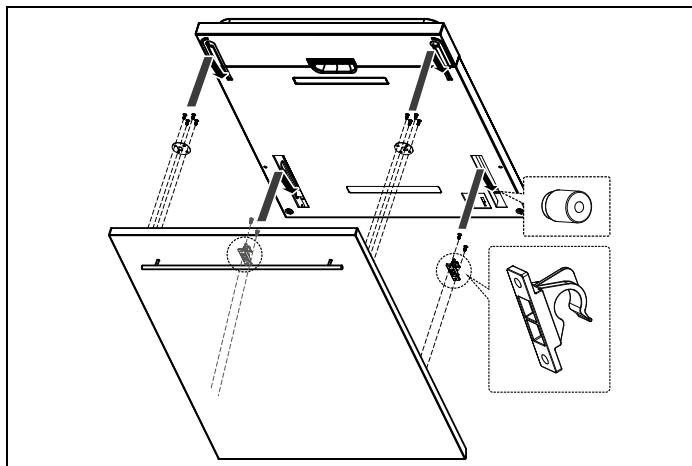
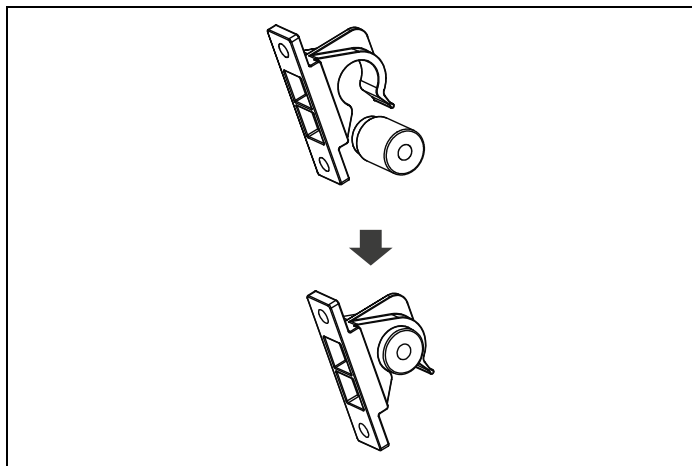

Fig. 11
Fig. 12
- Montér krogen på pyntepanelet (Fig. 11) og sæt krogen ind i åbningen på opvaskemaskinens yderlåge (Fig. 12). Når panelet er sat på plads, skal man trykke øverst på pyntepanelet for at sikre, at plastikbogen sidder fast.